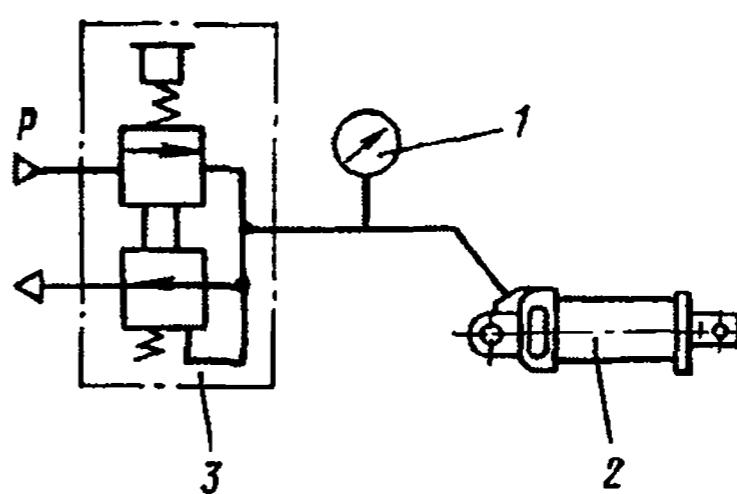
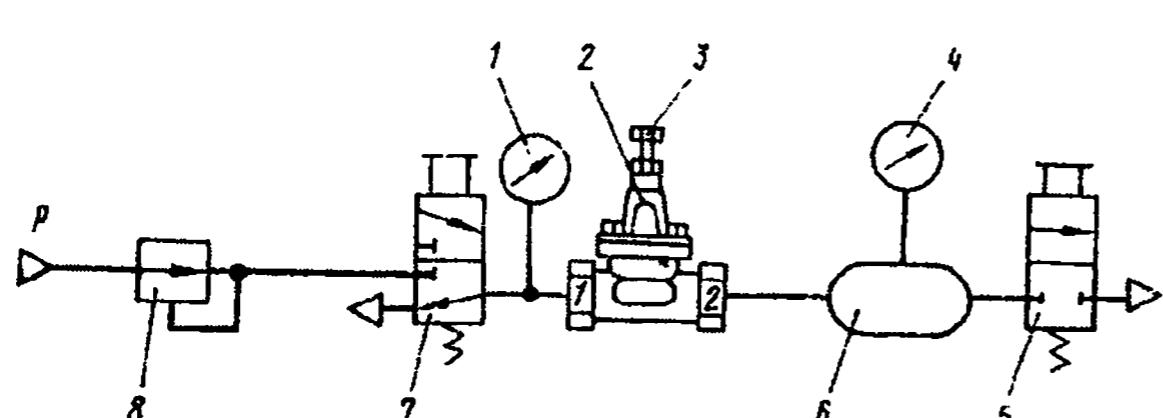

Рис. 318. Схема подключения пневматических цилиндров диаметром 35×65 и диаметром 30×25:
Рис. 320. Схема подключения защитного одинарного клапана:
1. Подключите прибор 2 по схеме, изображенной на рис. 318.	1. Подключите прибор по схеме, изображенной на рис. 320.
1. Подключите прибор по схеме, изображенной на рис. 320.	1. Подключите прибор по схеме, изображенной на рис. 320.